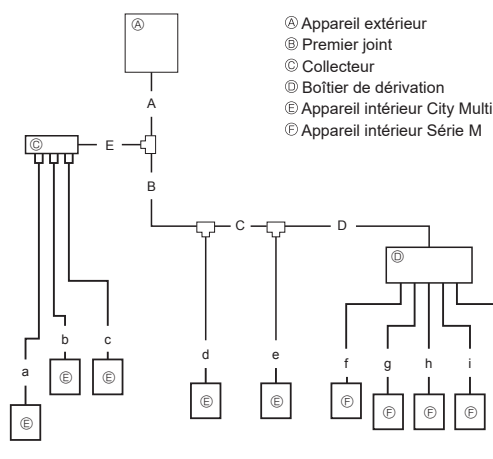

Fig. 4-7
4.1.3-4 Choix de la taille des tuyaux (Fig. 4-7)